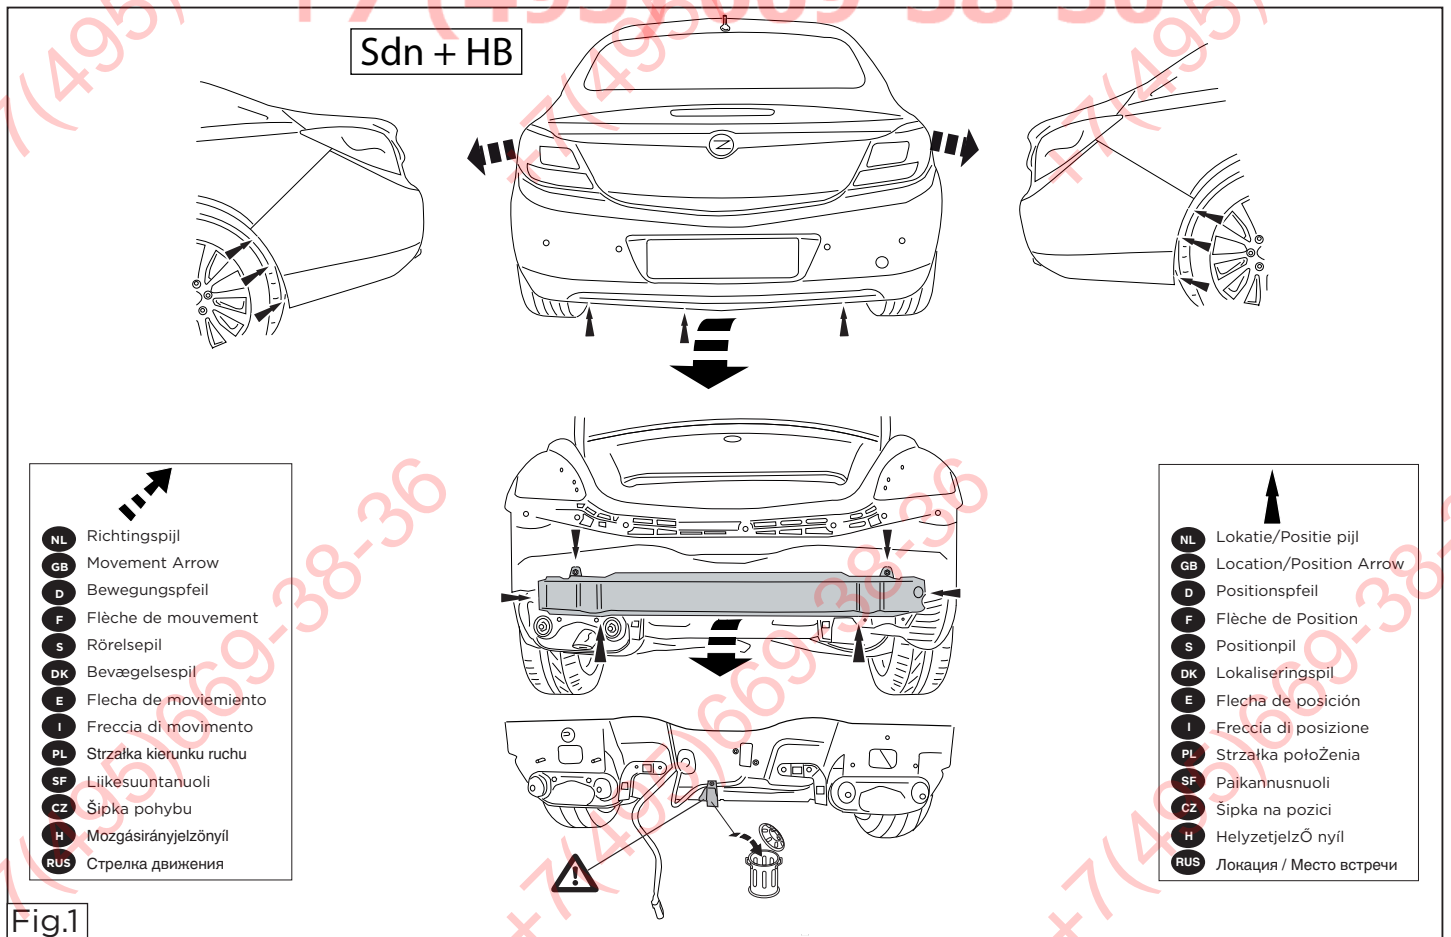

Fig.1
3. Denne bil er overflødig. Se fig. 1 + 1a.
2. Zdemontować z pojazdu zderzak wraz ze stalową belką zderzaczową, belka zderzakowa nie będzie ponownie używana. Patrzyć rysunek 1 + 1a.
2. Снять бампер вместе со стальными брызговиками автомобиля брызговики брызги больше не понадобятся. См. рисунок 1 + 1а.